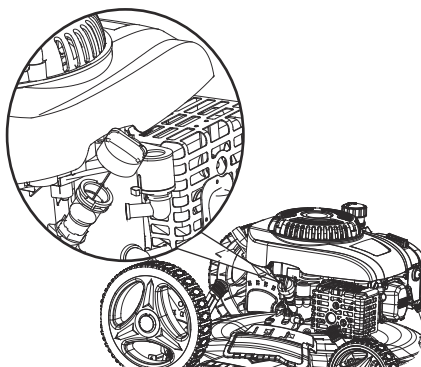

Fig. 7
1. Retire la varilla medidora. (Fig. 7)